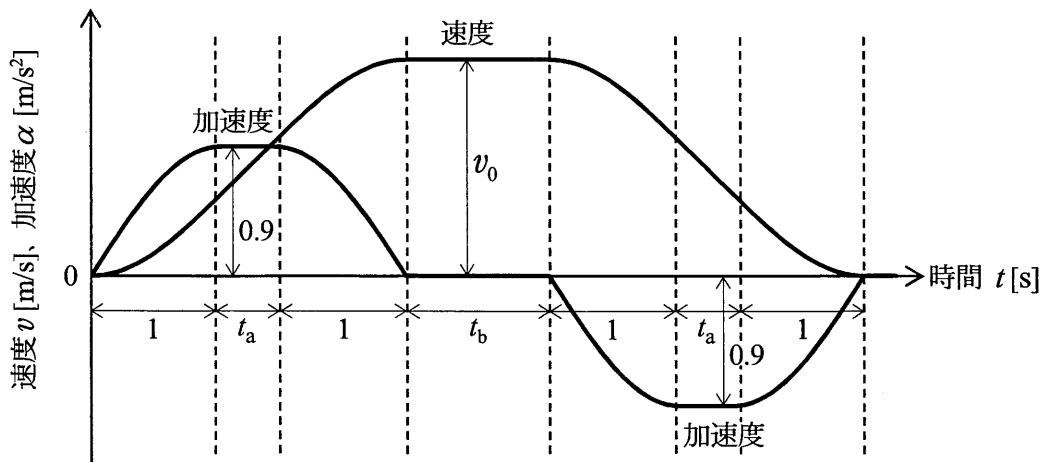

図2 エレベータの正弦波運転曲線による運転パターンの例
(2) 次の各文章の 8 ~ 12 の中に入れるべき最も適切な数値又は式をそれぞれの解答群から選び、その記号を答えよ。なお、円周率 $\pi=3.14$ とする。
最近のエレベータでは、消費電力の低減や利便性を改善するため、様々な工夫がされている。その一つが運転曲線の見直しである。図2は、エレベータを加速度の変化を滑らかにした正弦波運転曲線のパターンで運転するときの一例を示したものである。最大加速度を乗り心地の観点から 0.9 m/s^2 とし、従来は直線としていた加速度の変化を、次の式①に示すような正弦波としている。ここで、 $v \text{ [m/s]}$ はエレベータの速度、 $\alpha \text{ [m/s}^2]$ は加速度、 $t \text{ [s]}$ は時間を表している。また、後半の減速期間は加速度の符号を反転した以外は加速期間と同じパターンとなっている。
3) 一方、加減速区間（一定速度で運行する区間を除く）の平均速度が $\frac{v_0}{2}$ [m/s] であることから、図2の運転パターンによってエレベータが上昇開始してから停止するまでの上昇距離 x_0 は、次の式③で表される。